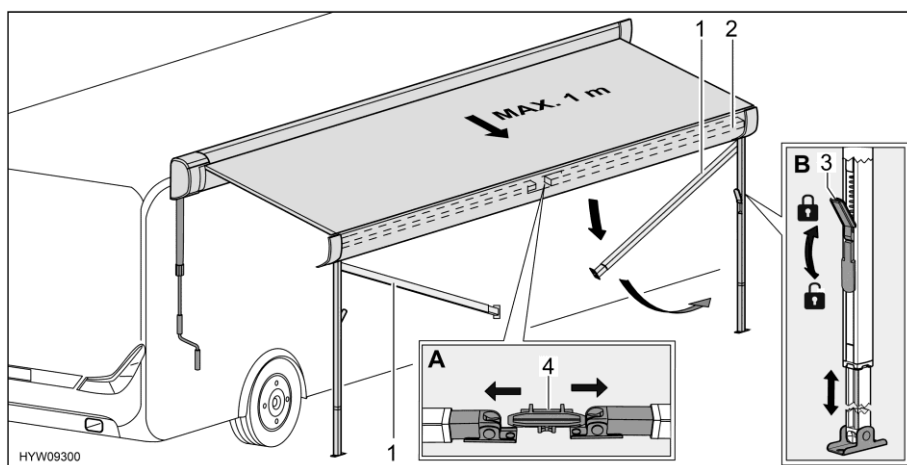

Fig. 44 Preparar los pies de apoyo
- Separar los pies de apoyo (Fig. 44,1) del soporte (Fig. 44,4) en el listón frontal (Fig. 44,2). Para ello, empujar los pies de apoyo ligeramente hacia fuera (Fig. 44,A).
- Soltar los bloqueos (Fig. 44,3) de los pies de apoyo. Para ello, plegar hacia abajo la palanca de bloqueo.
- Extraer la parte inferior de los pies de apoyo a la longitud deseada (Fig. 44,B).
- Cerrar los bloqueos (Fig. 44,3) de los pies de apoyo. Para ello, plegar hacia arriba la palanca de bloqueo.